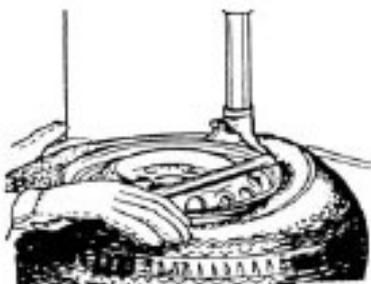

Рис. 6
3) Поместите монтажную лопатку между бортом покрышки и передней секцией монтажной головки, отожмите борт шины над монтажной головкой, как показано на Рис. 6.
При помощи монтажной лопатки удерживайте положение, указанное на рис. 6., поверните монтажный стол по направлению движения часовой стрелки, нажатием реверсивной педали до упора. Продолжайте процедуру до тех пор, пока шина полностью не отделится от диска.